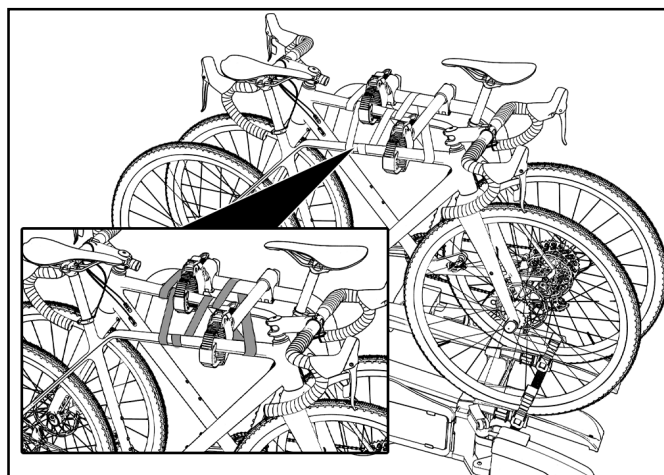

Figura 22: Applicazione della cinghia di sicurezza
- ▶ Prima di iniziare il viaggio, controllare sempre che la cinghia sia fissata correttamente e saldamente attorno alle biciclette e alla staffa a U del portabiciclette (figura 22).